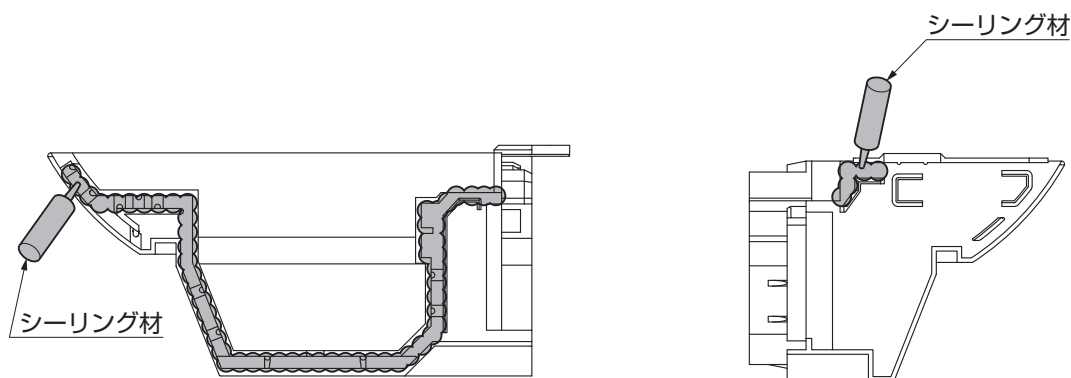

図7-1 前枠コーナーキャップのシーリング箇所
- ①前枠コーナーキャップにシーリングをしてください。(図7-1参照)